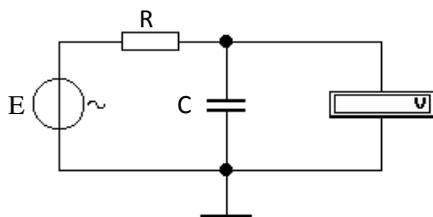

Рис. 6
1.1. На рабочем поле EWB собрать схему для исследования АЧХ RC- цепи (рис. 6).